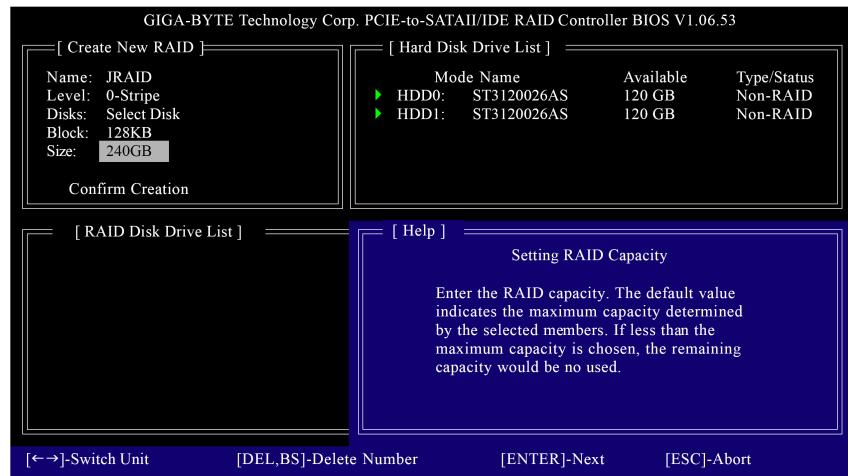

図 8
5. **Set Array Size:Size** 項目に、アレイのサイズを入力し(図 8)、ENTER を押します。